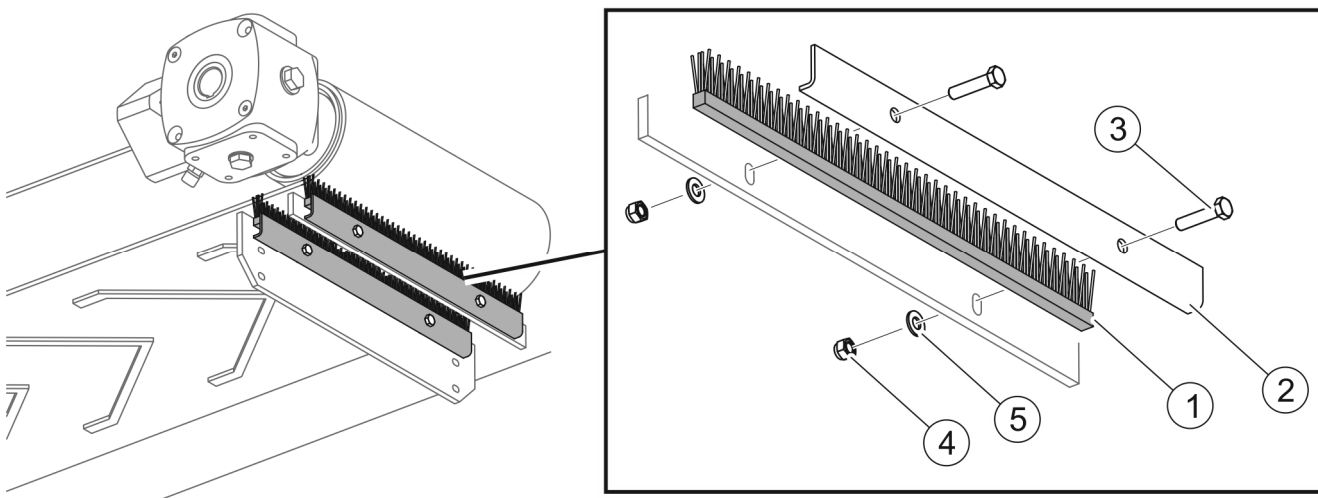

РИСУНОК 5.9 Заміна щіток конвеєрної стрічки
- Зняти притискну планку (2), відкрутивши гвинти (3) (РИСУНОК 5.9).
- Вийняти зношену або пошкоджену щітку (1) і замінити її новою.